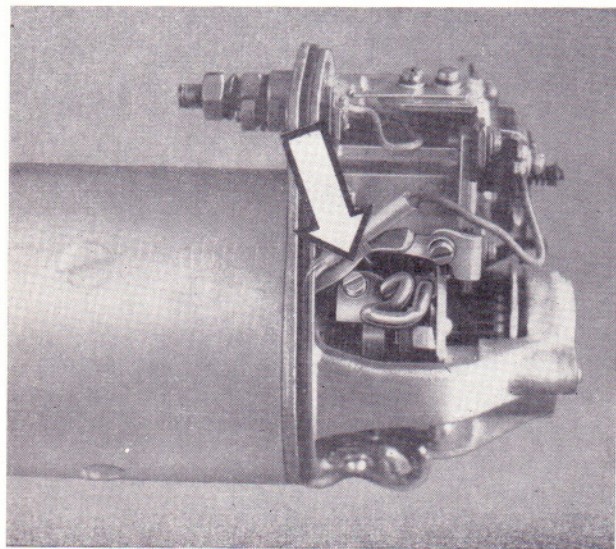

Bild 175
- Befestigungsschraube der Stromzuführung abschrauben (Bild 175).